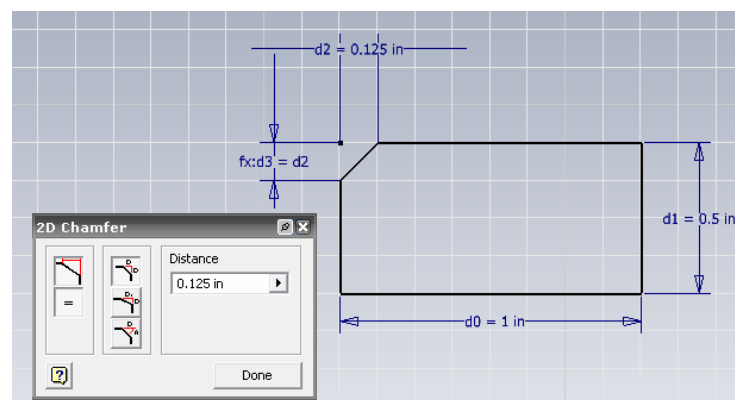

Figura 3.13 Achaflanado con distancias iguales.
- Seleccione 2 líneas del rectángulo para realizar la operación, figura 3.13.